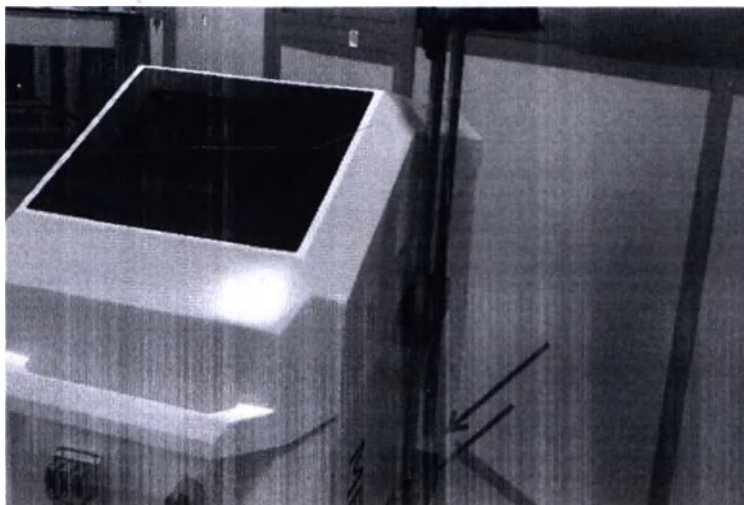

Рис.8.1 – Установка держателя манипулы
8.1.1. Установите держатель манипулы в отверстия на посадочных площадках (указаны красной стрелкой на Рис. 8.1), таким образом, чтобы отверстие для крепления манипулы в держателе располагалось с внешней стороны Прибора.